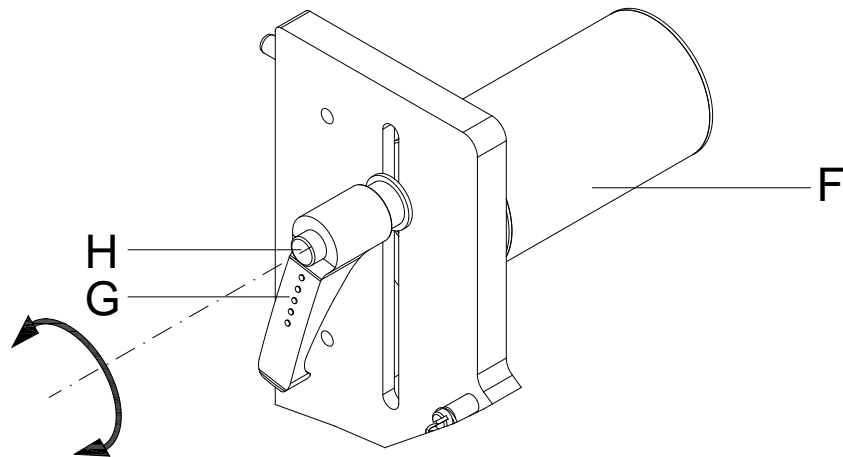

Figura 6
1. Después de introducir correctamente el material de las etiquetas, active la prueba de impresión con la tecla o el procedimiento de medición para determinar la posición exacta del principio de las etiquetas. Confirme la presión de prueba con la frecuencia necesaria hasta que una etiqueta se encuentre sobre el canto del dispensador (C) del módulo de dispensador.
2. Ajuste la posición de dispensador de tal manera que se asegure que la etiqueta se suelta correctamente del material de soporte (B).
3. Suelte el rodillo de retorno girando la manilla de apriete (G, Figura 6) en el sentido contrario a las agujas del reloj y desplazándola lentamente hacia abajo.
4. Al mismo tiempo, vuelva a tensar el material de soporte (B) girando el dispositivo de bobinado interno. Repita este proceso hasta que la etiqueta a dispensar se suelte del material de soporte (B) y se salga aprox. 5 mm del canto del dispensador (C).